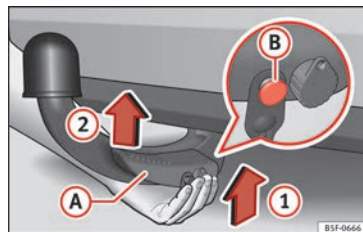

Bild 226 Montera borttagbar dragkrok / utlösningsskruv upplåst.
• Håll den borttagbara dragkroken **underifrån** » bild 226 och för in den i dragkrokens fäste i pilens riktning ① till den klickar fast.